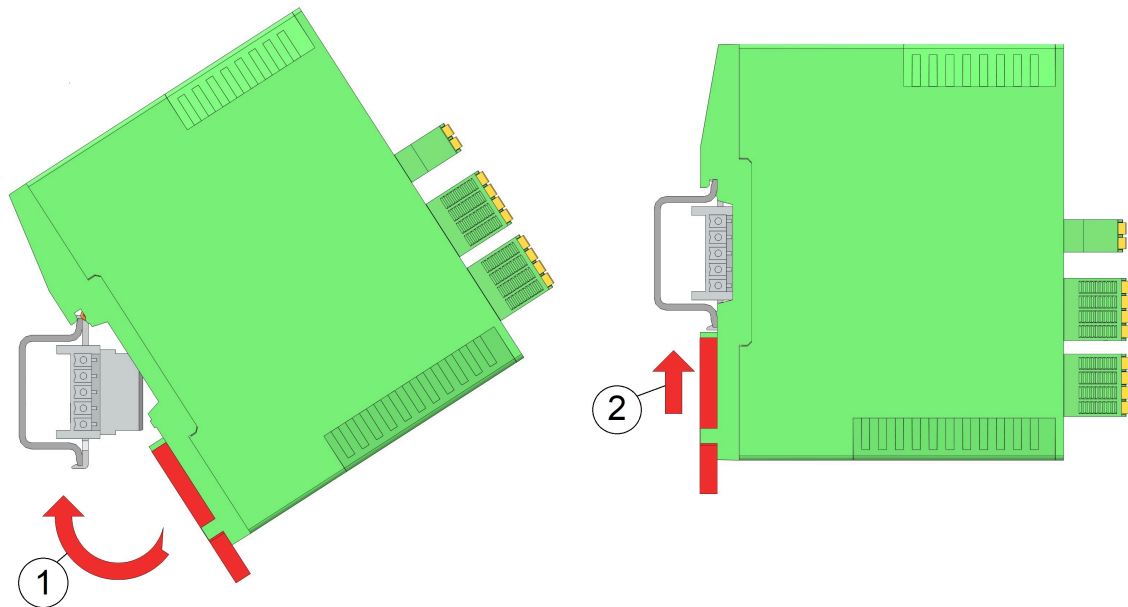

Рисунок 8 – Монтаж на DIN-рейку повторителя S211 к модулям серии TREI-5B-05 ECO-2
- сдвинуть защелку в направлении 2 рисунок 8.